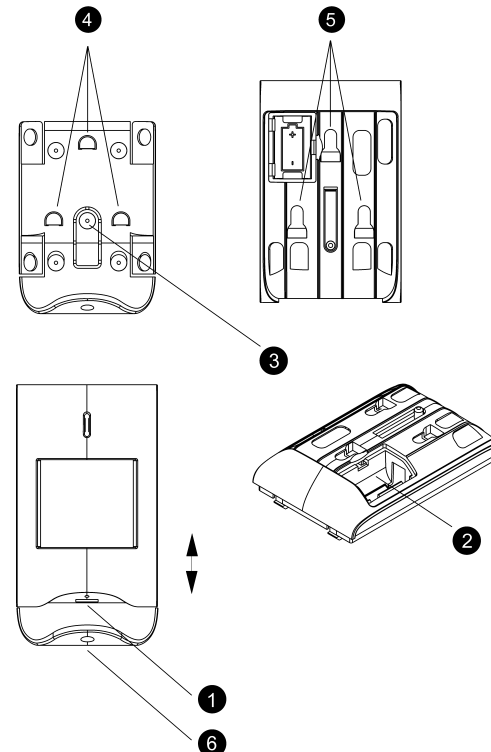

Figure 2: Montage des EL-4745
- Um den hinteren Sabotagekontakt zu nutzen, verschrauben Sie die Sollbruchstelle im Wandhalter mit der Wand (siehe Figure 2, position 3). Wenn der Melder
- Verschrauben Sie den Melder mit der beigelegten Schraube an der Unterseite (siehe Figure2, position 6).
Öffnen Sie das hintere Batteriefach (siehe Figure 2, position 2), wechseln Sie die Batterie, schließen Sie anschließend das Batteriefach. Schieben Sie den Melder wieder in den Wandhalter.